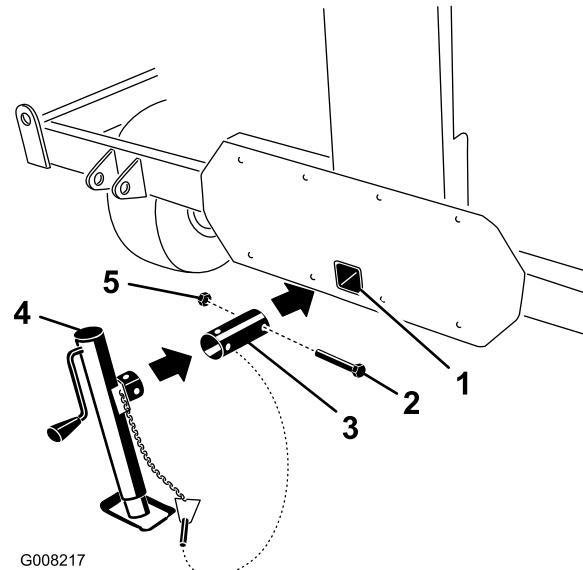

Figura 8
3. Inserite il tubo del cavalletto nel foro di montaggio della barra di traino (Figura 8).
5. Con il bullone e il dado precedentemente rimossi, fissate il tubo al processore core (Figura 8).
6. Inserite il cavalletto metallico nell'apposito tubo, allineate i fori di montaggio e fissate con l'acciarino (Figura 8 e Figura 9).